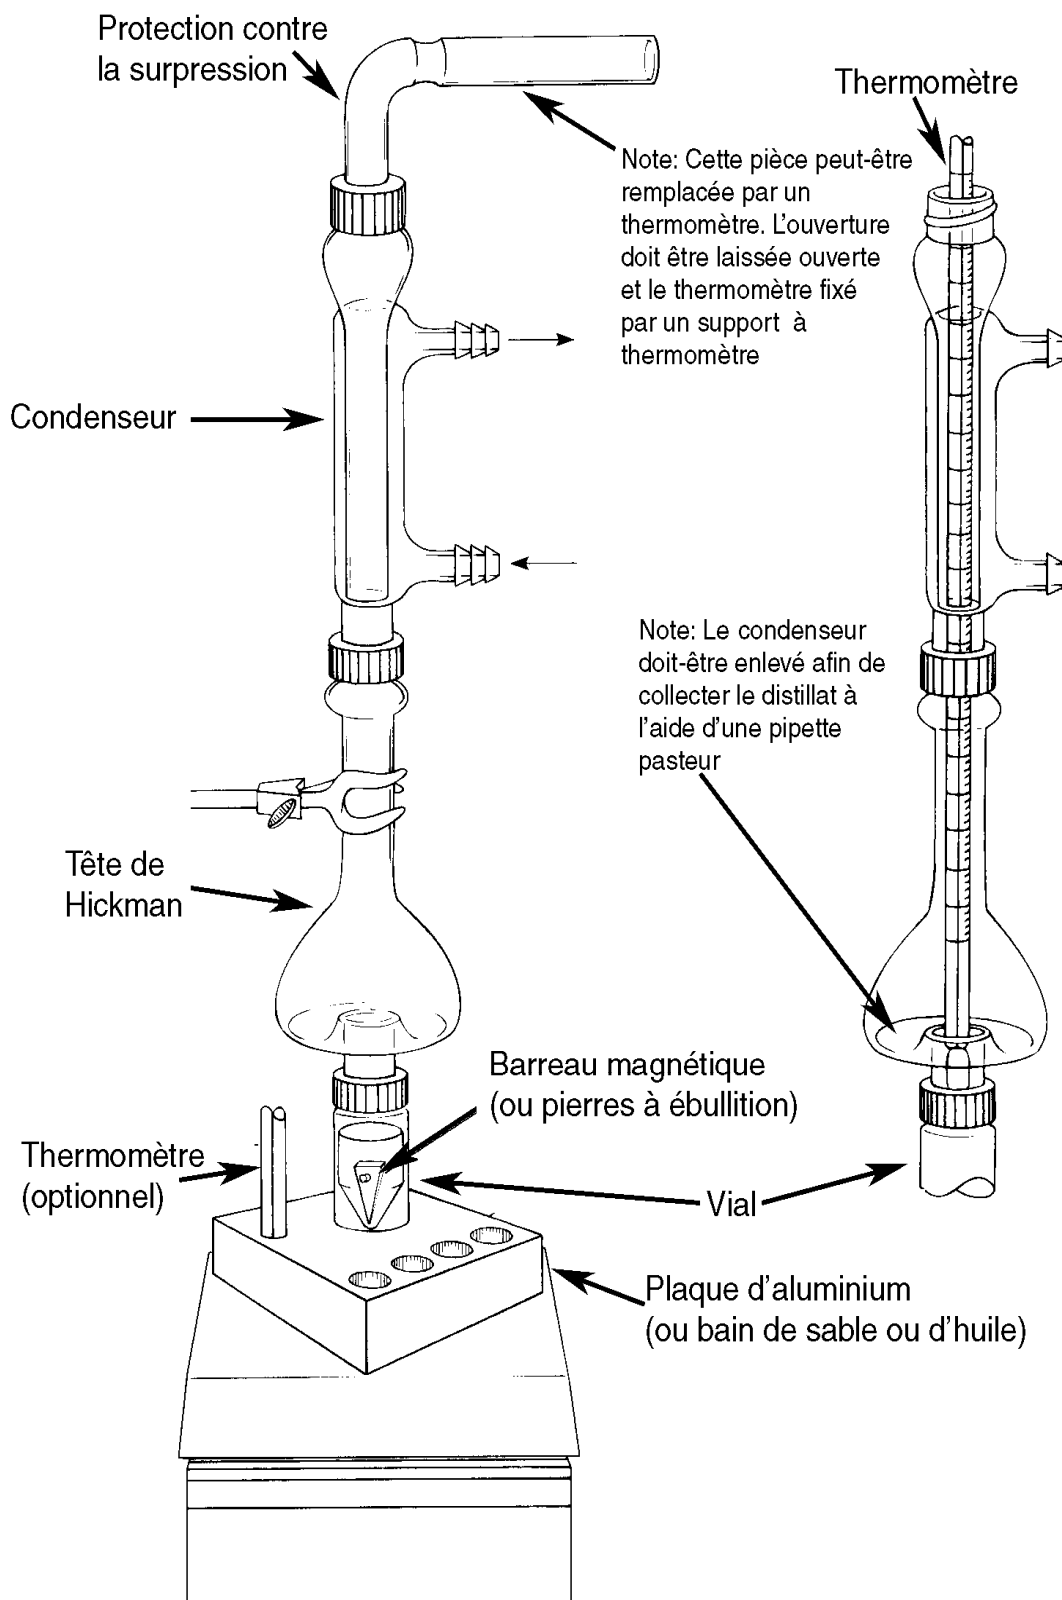

Figure 1. Montage pour effectuer une microdistillation
La figure 1 de la page suivante illustre l'exemple d'un montage pour effectuer une distillation. Évidemment, comme la quantité de produit sera restreinte, il faudra trouver des méthodes de caractérisation qui demandent peu de matière (ir, GC, HPLC, CCM, Pf...).
1. Effectuez le montage d'un microsysteme à distillation (figure 1) sous la hotte. Un thermomètre est utilisé en ajoutant une jonction en Y avant le tube de garde (afin de conserver une protection contre la surpression). Le ballon (idéal dans ce cas ☺) ou le vial (terme anglais pour fiole) de 5 mL utilisé devra préalablement être propre, sec et pesé précisément.